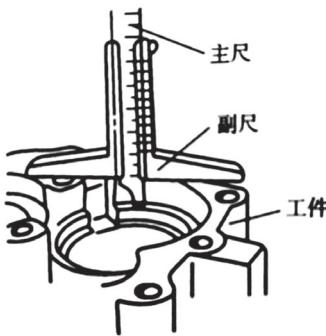

图1-14 用深度游标卡尺测深度
(4) 用深度游标卡尺测量工件深度时，如图 1-14 所示：将主尺与工件被测底面平整地接触，然后缓慢地移动副尺，使副尺与工件表面接触，旋紧固定螺钉，根据主尺、副尺所示数值读出尺寸。读数方法与游标卡尺相同。测量时用力不宜过大，以免影响测量精度和读数的准确性。